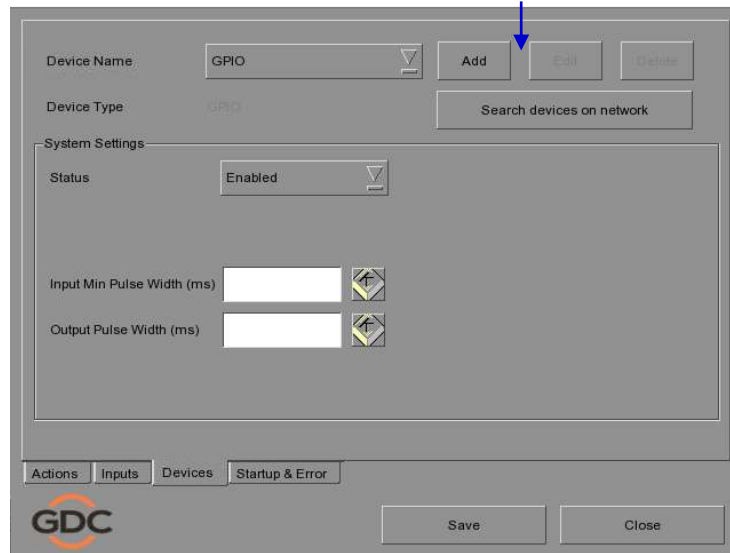

Figura 62 Ajustes del dispositivo de automatización GPIO.
Los ajustes del dispositivo de automatización GPIO del SX-3000 pueden configurarse desde la pestaña [Devices] (Dispositivos) después de la selección del nombre de dispositivo “GPIO”. (consulte la Figura 62)
1. Haga clic en el botón [Add] (Añadir) en la pestaña [Devices] (Dispositivos) e introduzca el nombre del dispositivo. En este caso es “PROJECTOR” (PROYECTOR). Establezca el tipo de dispositivo como “PROJECTOR” (PROYECTOR) (consulte la Figura 62).
3. Introduzca la dirección IP del dispositivo proyector (consulte la Figura 62).